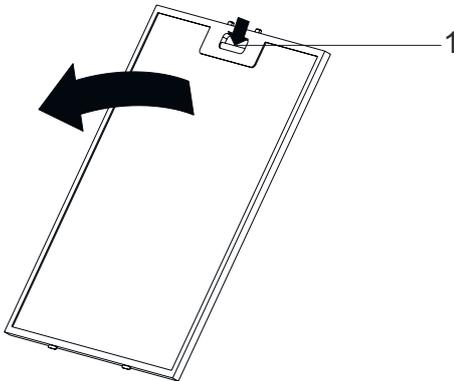

Abb. 10
- Drücken Sie auf die Aluminiumfilterlasche (1) und ziehen Sie den Aluminiumfilter in Pfeilrichtung (Abb. 10).